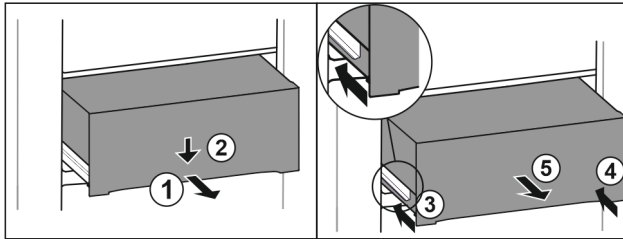

Fig. 125
- Estrarre il cassetto a metà. Fig. 125 (1)
- Premere il cassetto sul lato anteriore verso il basso. Fig. 125 (2)
- Spingere la guida sinistra di circa 2 cm verso l'interno. Fig. 125 (3)
- Spingere la guida destra di circa 2 cm verso l'interno. Fig. 125 (4)
- Rimuovere il cassetto tirandolo in avanti. Fig. 125 (5)